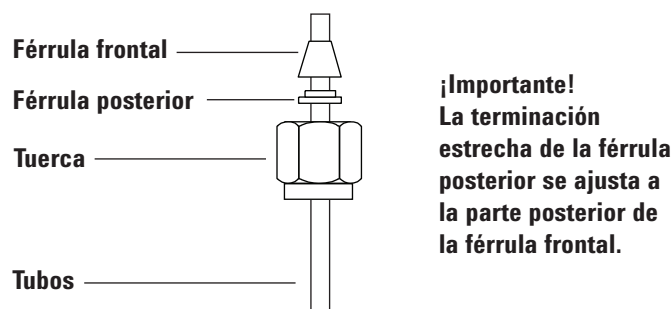

Figura 16. Tuercas Swagelok y férrulas
- 1 Coloque una tuerca Swagelok, una férrula posterior y una férrula frontal en la tubería tal como se muestra en la **Figura 16**.